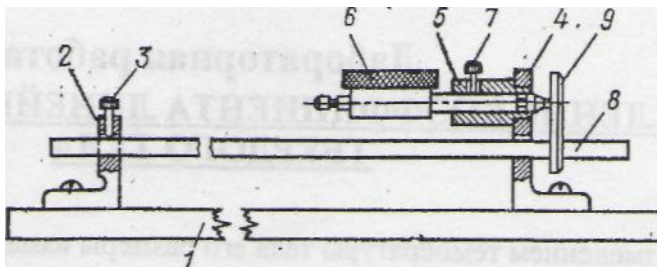

рис. 2
6. Индикатор 6 вставить в отверстие патрубка 5 и закрепить винтом 7 так, чтобы обеспечить натяжение механизма индикатора через его стержень, который должен упираться в левую сторону пластинки (рис. 2). Натяжение определяется поворотом стрелки индикатора относительно шкалы на 1—2 оборота.